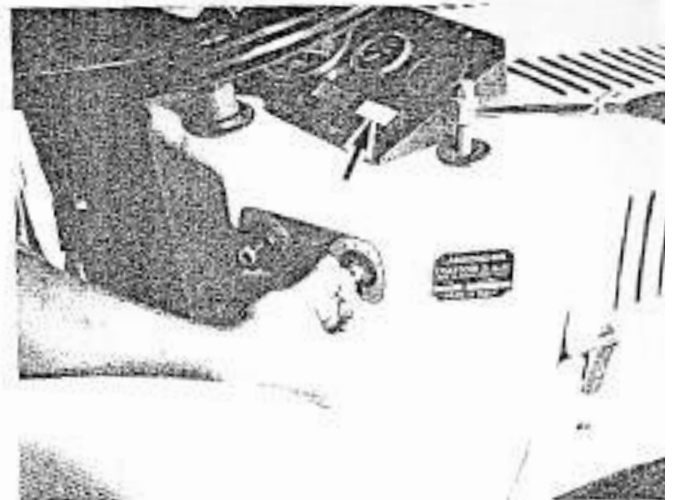

FIG. 36 - Contrôle du fonctionnement de la bague de Préchauffage sur collecteur d'admission
- b) enfilier la clé d'allumage dans le tableau de bord; faire tourner cette clé dans le sens contraire à celui des aiguilles d'une montre de façon à arriver à la position "P" (Fig. 36);